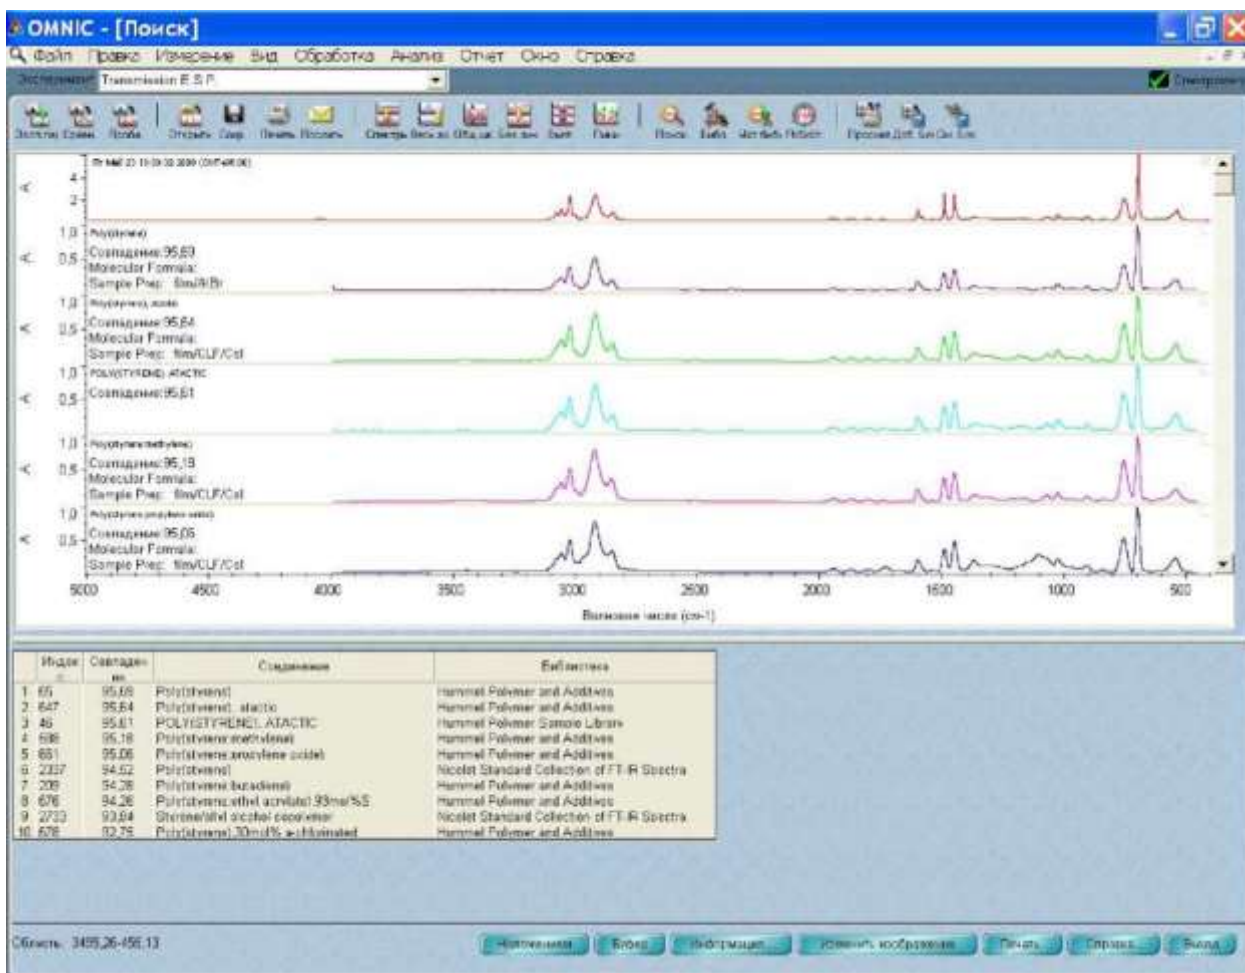

Рисунок 24. – Окно OMNIC - [Поиск], отражающее результаты поиска.
4. После завершения процедуры сравнения на отдельных панелях в верхней части окна появятся спектр образца и наиболее похожие на него библиотечные спектры (рис. 24). Комментарии находятся в нижней части экрана.
5. Закрывать окно OMNIC - [Поиск], выбрав функцию «Выход» в нижнем правом углу окна (рис. 24)